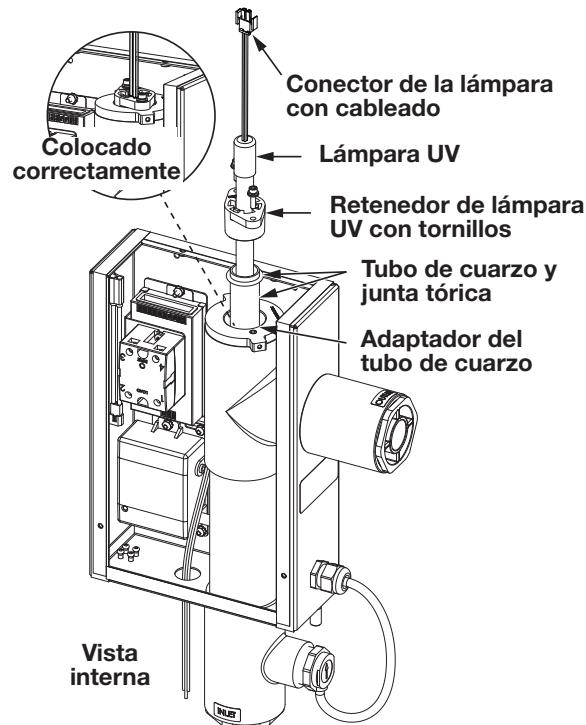

Figura 9. Instalación del tubo de cuarzo del sistema AOP Jandy fuera de la tubería
6. Despues de extraer las lámparas, quite los tornillos de la parte superior del retenedor de la lámpara con la llave hexagonal suministrada con la bolsa de piezas. Consulte la Figura 9. Deje en un lugar seguro los tornillos, las arandelas y el retenedor.